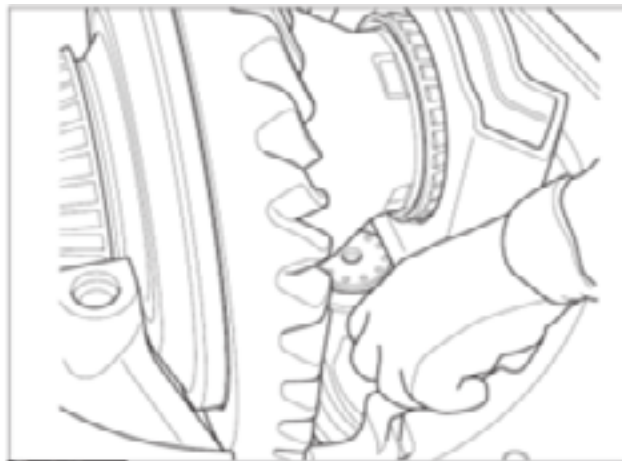

Fig. 2.45
4. Monte os parafusos e arruelas que prendem o mancal interiço à caixa do diferencial (Fig. 2.45). Aperte todos os parafusos manualmente de quatro a seis voltas, depois aplique o torque final de 650 – 800 N.m (480 – 590 lbf.pé)